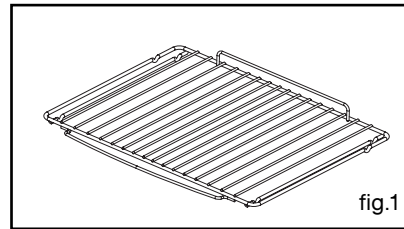

fig.1
- Para más estabilidad, fije el horno al mueble con 2 tornillos, a través de los orificios previstos con este objeto en los montantes laterales (fig.1).
- **Parrilla de seguridad con empuñadura (fig.1)**
- Abra la puerta completamente y bloquéela con dos topes rojos (fig.1).